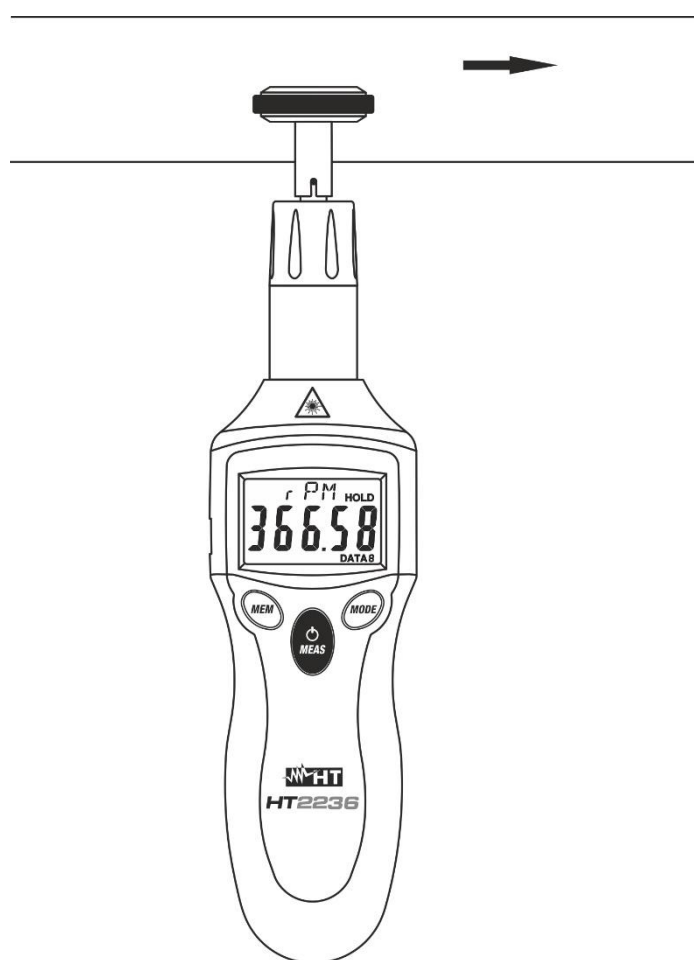

Fig. 4: Mesure de vitesse sur des surfaces
6. Appuyez et maintenez la touche  **MEAS** en plaçant la roue en gomme sur la surface de l'objet à mesurer (voir Fig. 4) et effectuez la mesure